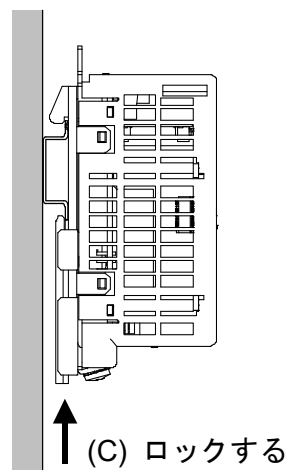

図 2-3-4
3. 取付具を押し込んで、DIN レールから外れないようにロックします (C)。(図 2-3-4)